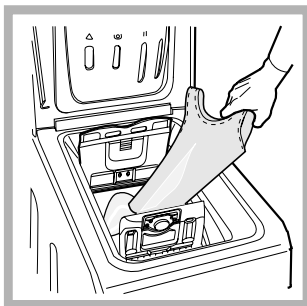

Fig. 3
**C) INTRODUISEZ LE LINGE. (Fig. 3).**